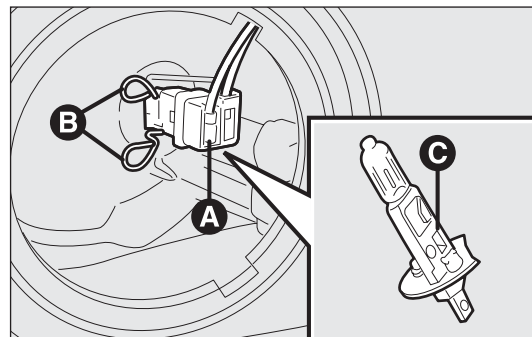

fig. 188
- maak de stekker A-fig. 188 los;